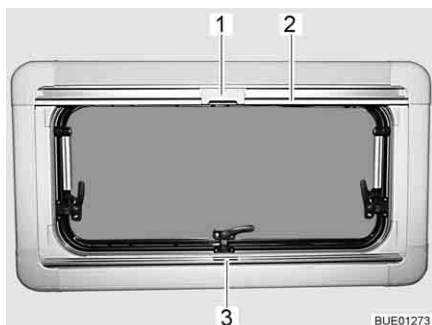
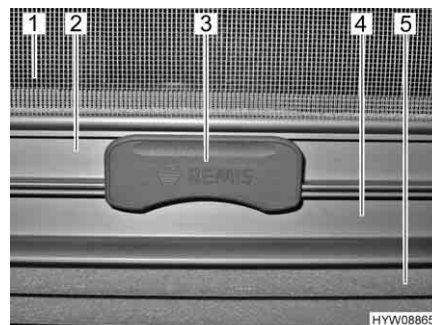

Fig. 68 Finestra apribile
Fig. 69 Aggancio
La tendina oscurante pieghevole (Fig. 69,5) è montata nella cassetta inferiore.
- Afferrare la tendina oscurante pieghevole per la parte centrale della barra di presa (Fig. 68,3 e Fig. 69,4), tirarla dal basso verso l'alto e rilasciarla nella posizione desiderata. La tendina oscurante pieghevole rimane in questa posizione.
La zanzariera a rullo (Fig. 69,1) è montata nella cassetta superiore.
- Tirare la zanzariera a rullo accompagnandola con la barra di presa (Fig. 68,2 e Fig. 69,2) verso il basso, fino a quando la barra di presa non arriva a contatto con la tendina oscurante pieghevole (Fig. 69,4).
- Bloccare l'aggancio (Fig. 68,1 e Fig. 69,3) della zanzariera a rullo nella barra di presa della tendina oscurante pieghevole. Se l'aggancio risulta bloccato, la tendina oscurante pieghevole e la zanzariera a rullo possono essere spostate insieme.
- Premere in alto l'aggancio (Fig. 69,3) sulla zanzariera a rullo.
- Ricondurre lentamente la zanzariera a rullo accompagnandola con la barra di presa (Fig. 68,2).